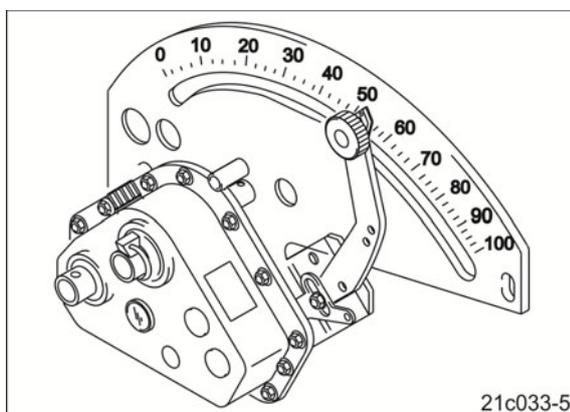

Fig. 216
5. Diviser par deux la quantité d'épandage. Déplacer le levier de commande de l'engrenage (Fig. 216/1) conformément.